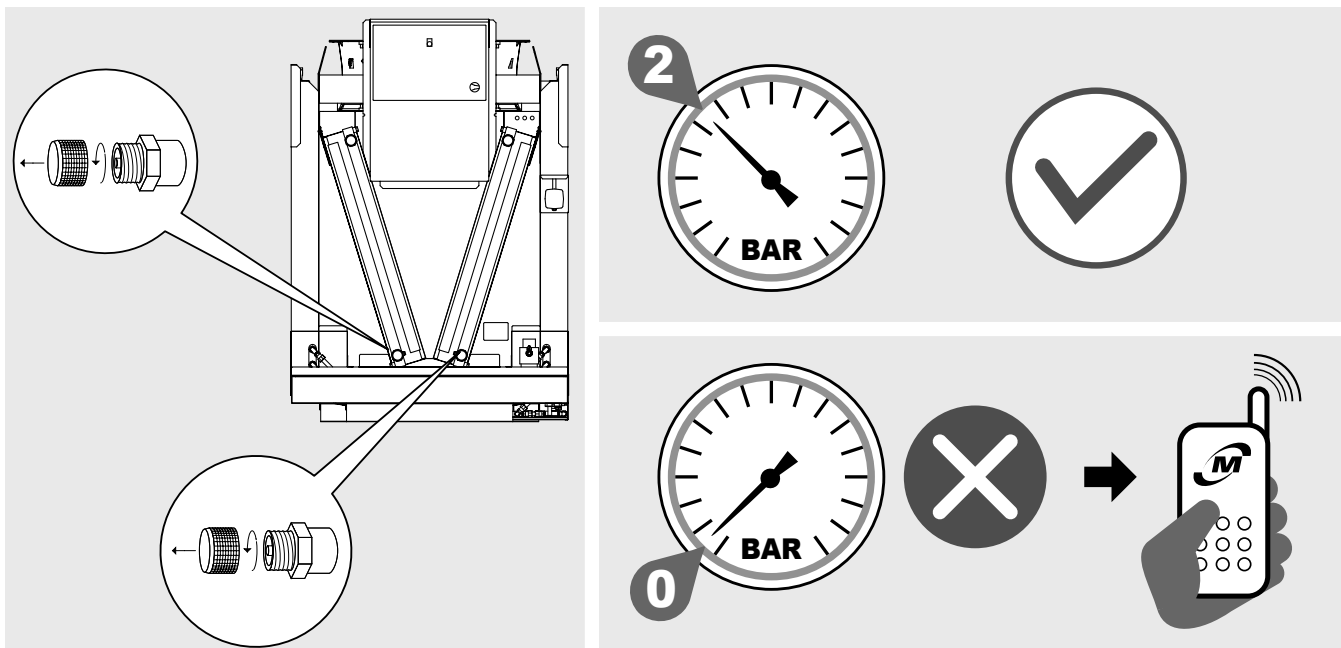

Figure 4
- 4.2 Les échangeurs des condensateurs (AVK) et des refroidisseurs de gaz (AVS) sont dotés d'une précharge d'air sec à 2 bar et disposent de raccords de remplissage de 1/4" SAE. Vérifier la présence de pression; en l'absence de pression, contacter immédiatement Modine et signaler le problème sur le document de transport. L'absence de pression indique une fuite due à un dommage subi durant le transport. Voir la Figure 4.